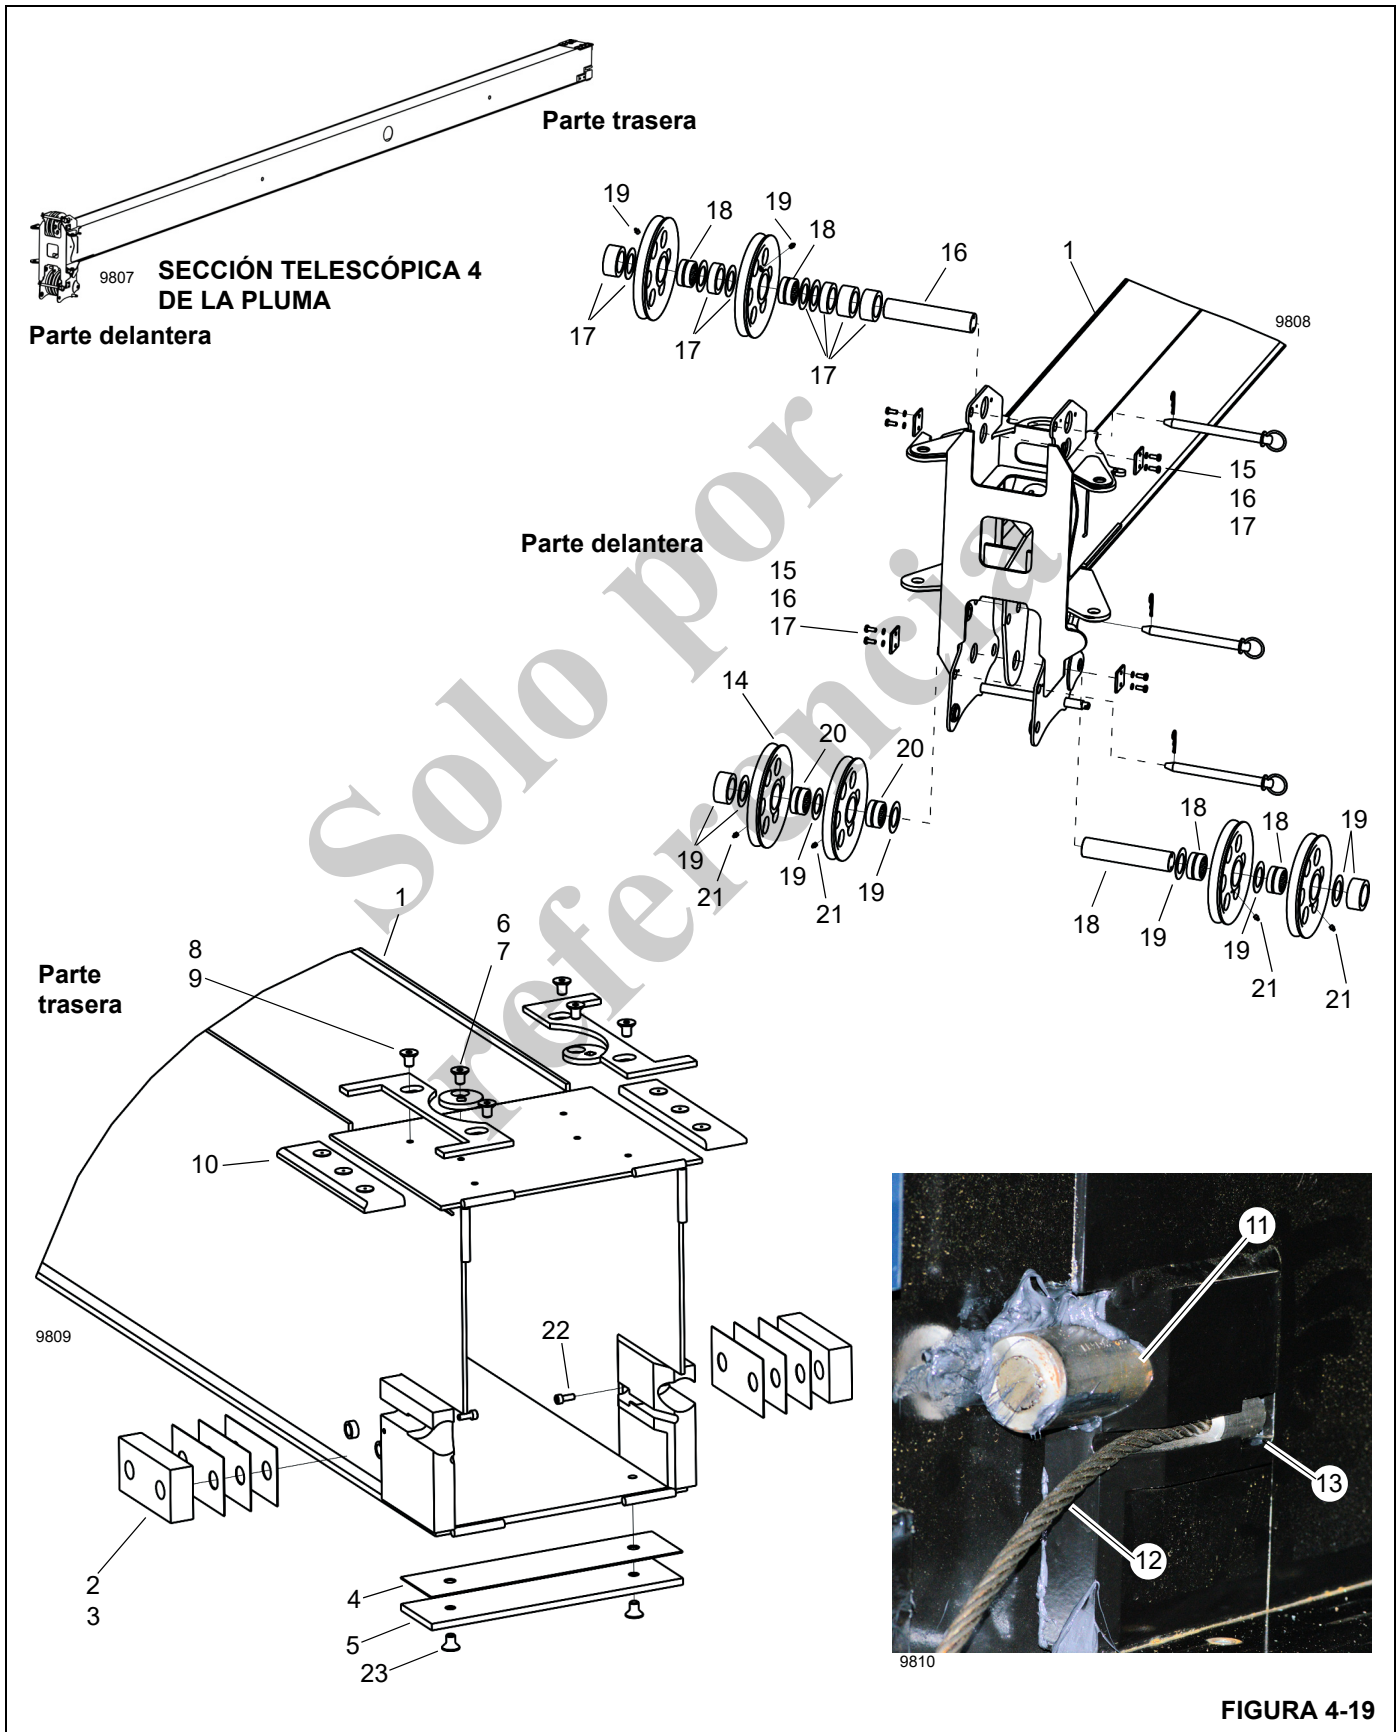

FIGURA 4-19
5. Retire y marque los pernos (15), arandelas (16), la pieza soldada de la almohadilla de desgaste (17) y la almohadilla de desgaste (18), según sea necesario, de la sección telescópica 3 de la pluma (1).
6. Fije una eslinga o cadena a la punta de la sección telescópica 4 de la pluma (1, Figura 4-19) y tire de la sección telescópica 4 de la pluma hacia fuera aproximadamente 1828 mm (6 pies).
8. Retire y marque los pernos (22) y las almohadillas de desgaste inferiores (23) de la punta de la sección telescópica 3 de la pluma (1).
9. Retire y marque los pernos (24), suplementos (25) y las almohadillas de desgaste (26) de la parte superior de la sección telescópica 3 de la pluma (1).
10. Retire los pernos de cabeza hueca (27) de los pasadores de la polea de extensión 3/4/5 (28) y retire los pasadores de la polea de extensión 3/4/5 mientras se quitan las poleas de extensión 3/4/5 (29).
13. De ser necesario, marque y retire las almohadillas de desgaste (3, Figura 4-19) y los suplementos (2) de la parte trasera de la sección telescópica 4 de la pluma.
14. De ser necesario, marque y retire los pernos (23), almohadillas de desgaste (5) y los suplementos (4) de la parte trasera de la sección telescópica 4 de la pluma.
Tabla 4-5 Lista de artículos de la sección telescópica 4 de la pluma, Figura 4-19
1. Arme y después instale las poleas (14, Figura 4-19) y cojinetes (20) en la caja de poleas de la punta de la pluma.
1. Instale los pasadores de las poleas de extensión 3/4/5 (28) y los cojinetes (30) en las poleas de extensión 3/4/5 (29). Instale tapones de desgaste (31) en los agujeros de cada lado de las poleas de extensión. Pase los cables de extensión 3/4/5 (11, Figura 4-19) alrededor de las poleas de extensión 3/4/5 (29, Figura 4-18) e instale las poleas de extensión 3/4/5 en la sección telescópica 3 de la pluma. Instale los pernos retenedores (27) en los pasadores de polea de extensión 3/4/5 (28) y apriételes. Instale las graseras (32) en el centro de los pasadores de polea de extensión 3/4/5 (28).
2. Instale las almohadillas de desgaste laterales (26) con los suplementos (25) y los pernos (24). Instale las almohadillas de desgaste laterales inferiores (21) con los suplementos (20) y los pernos (19) en la parte delantera interior de la sección telescópica 3 de la pluma.
3. Instale la guía de cables (33) con la almohadilla de desgaste (34) y la tornillería correspondiente (35, 36 y 37) en la parte delantera superior de la sección telescópica 3 de la pluma. Empuje la sección telescópica 4 en la sección telescópica 3 de la pluma hasta que las almohadillas de desgaste superiores en la base de la sección telescópica 4 (10, Figura 4-19) sean accesibles por el agujero de acceso en la parte trasera de la sección telescópica 3 de la pluma. Después de centrar la sección telescópica 4 dentro de la sección telescópica 3 de la pluma, ajuste las almohadillas de desgaste superiores según las instrucciones de calibración de esta sección. Meta la sección telescópica 4 de la pluma completamente en la sección telescópica 3 manteniendo los cables de extensión 3/4/5 tensados y haga una marca en la punta de la sección telescópica 4, delante de las almohadillas de desgaste laterales de la sección telescópica 3, para el ajuste de la secuencia de retracción (Figura 4-31).
5. Empuje los extremos de botón de los cables de retracción 5/4/3 (12, Figura 4-19) por las aberturas en la base inferior de la sección telescópica 3 de la pluma y cuelgue los extremos de botón hacia afuera por la parte trasera de la sección telescópica 3. Tire de los extremos roscados del cable de retracción 5/4/3 (12) hacia la punta de la pluma. Instale el pasador de retracción 5/4/3 y de extensión 2/3/4 (21, Figura 4-16) en el retenedor en la base de la sección telescópica 3 de la pluma. Forme un lazo con los cables de retracción 5/4/3 (12, Figura 4-19) por sobre el pasador (21, Figura 4-16) e instale el extremo de botón de los cables de retracción 5/4/3 (13, Figura 4-19) en las placas de anclaje en la base inferior de la sección telescópica 4 de la pluma. Asegure con tornillos de fijación (22).
NOTA: Tenga cuidado de mantener los cables de retracción 5/4/3 (12, Figura 4-19) tensados, sin entrecruzarlos y manteniéndolos alejados de los puntos de estricción creados por las eslingas y almohadillas inferiores.
4. Arme los retenedores de cable de retracción 5/4/3 (18) en los cables de retracción 5/4/3 (12, Figura 4-19), coloque dos tuercas un poco más allá de la parte plana del extremo roscado de los cables de retracción y arme en la punta inferior de la sección telescópica 2 de la pluma.